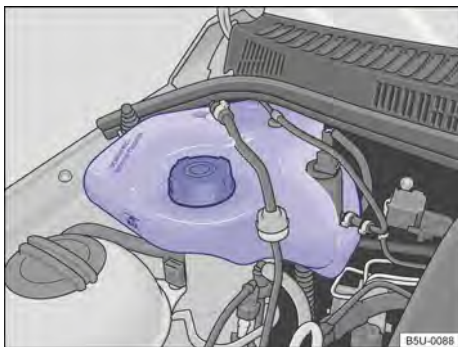

Fig. 207 No compartimento do motor: reservatório de gasolina para o sistema de partida a frio.
O reservatório de gasolina do sistema de partida a frio encontra-se no compartimento do motor, no lado direito → Fig. 207.
- Nunca ultrapassar a marca "MAX" indicada no reservatório → Fig. 207.